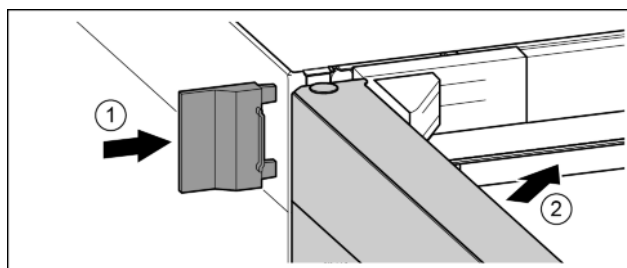

Fig. 20
- Vnější kryt nasuňte. Fig. 20 (1)
- Zavřete horní dveře. Fig. 20 (2)